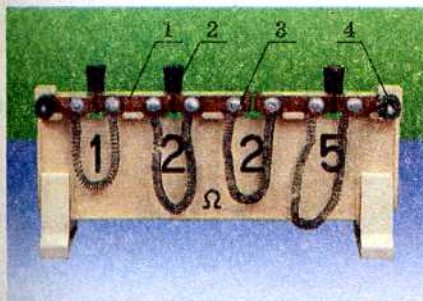

Рис. 2. Штепсельний реостат (магазин опорів): 1 — мідна пластина; 2 — штепсель; 3 — спіраль; 4 — затискач
2. Скориставшись рис. 2, опишіть принцип дії штепсельного реостата.